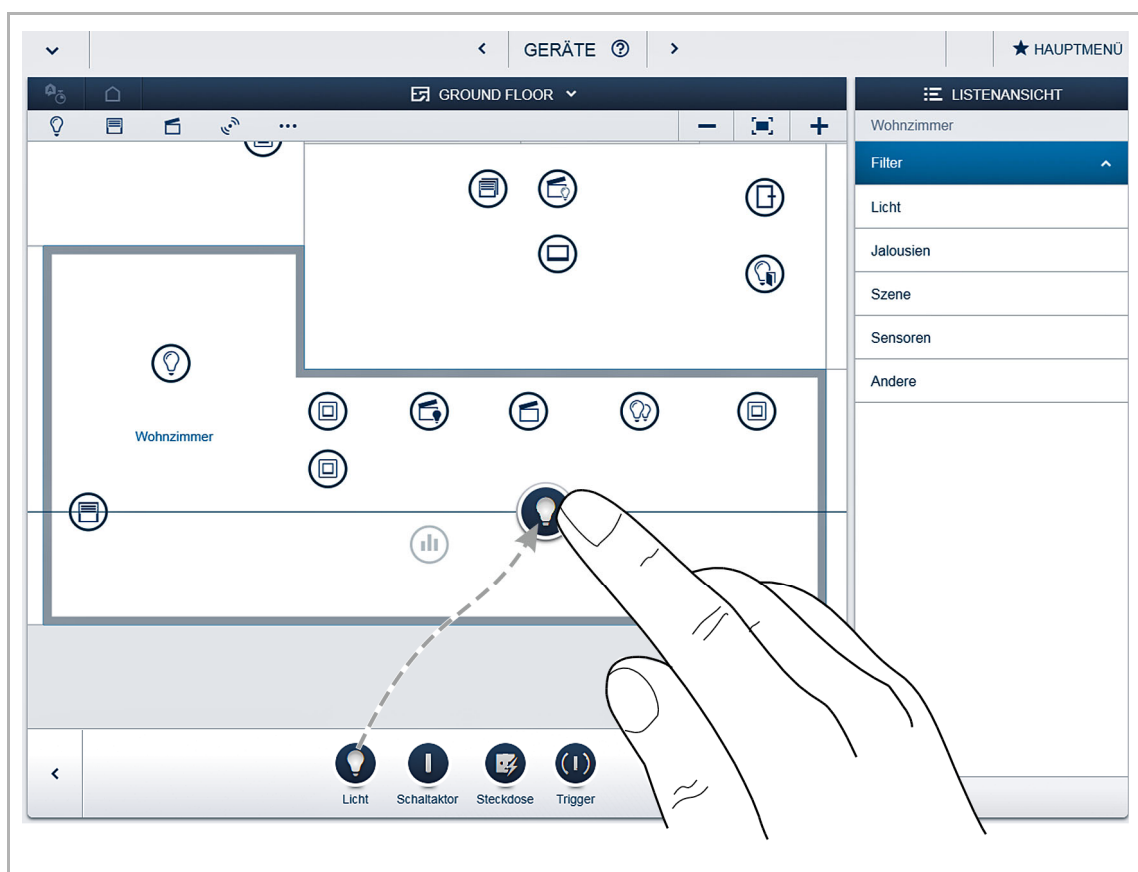

Abb. 22: Anwendung aus Hinzufügen-Leiste ziehen
- Wählen Sie aus der Hinzufügen-Leiste „Geräte hinzufügen“ die gewünschte Anwendung aus und ziehen Sie diese per Drag & Drop auf den Grundriss, siehe Abb. „Abb. 22“ auf Seite 41.